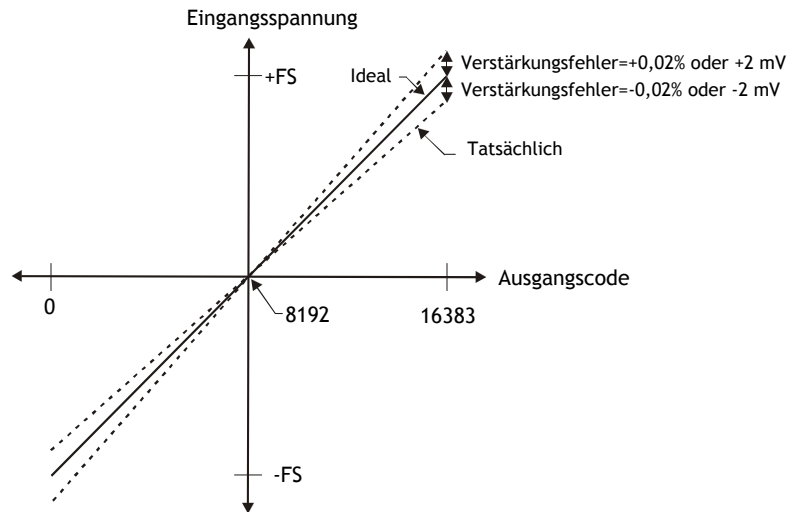

Abb. 3-12. ADC-Übertragungsfunktion mit Verstärkungsfehler
Ein Verstärkungsfehler verändert die Steigung der Übertragungsfunktion gegenüber dem Idealwert und wird typischerweise in Prozent des Maximalwerts angegeben. Abbildung 3-12 zeigt die Übertragungsfunktion des RedLab 1408FS mit einem Verstärkungsfehler. Der Verstärkungsfehler kann leicht in einen Spannungswert umgeformt werden, indem die Eingangsspannung am Maximalwert (FS) mit dem Fehlerwert multipliziert wird.
Die Angaben in Abbildung 3-12 dienen der Verdeutlichung und sind nicht maßstabgerecht.